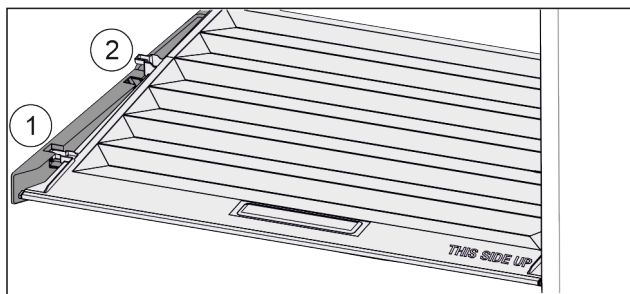

Fig. 157
- ▶ Pokrov povlecite naprej Fig. 157 (1) do odprtine v držalnih delih.
- ▶ Zadaj ga od spodaj dvignite in odstranite Fig. 157 (2) navzgor.